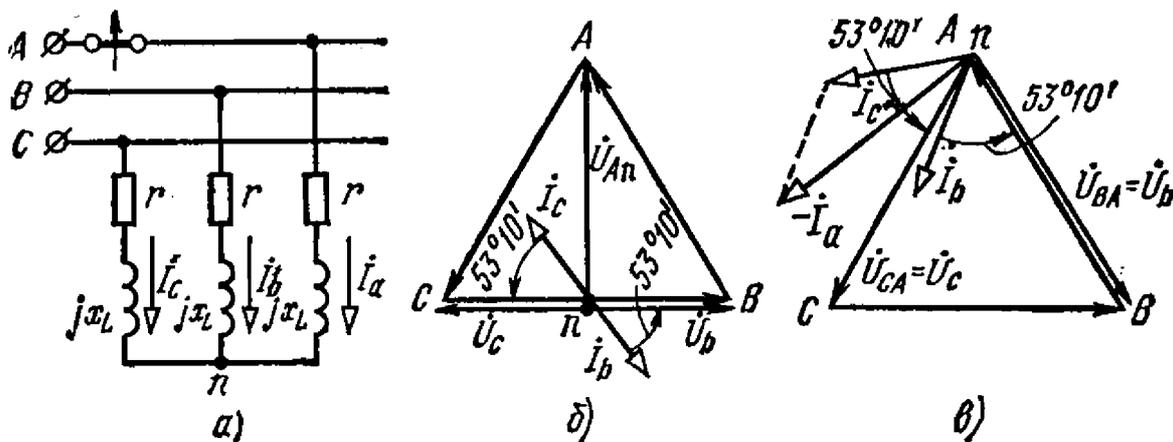

Рис. 6.18
6.18. Трехфазный приемник, соединенный звездой, подключен к сети с линейным напряжением $U = 220$ В (рис. 6.18, а). Сопротивления фаз обмотки приемника $r = 3$ Ом и $x_L = 4$ Ом.
Векторные диаграммы представлены на рис. 6.18, б, в.